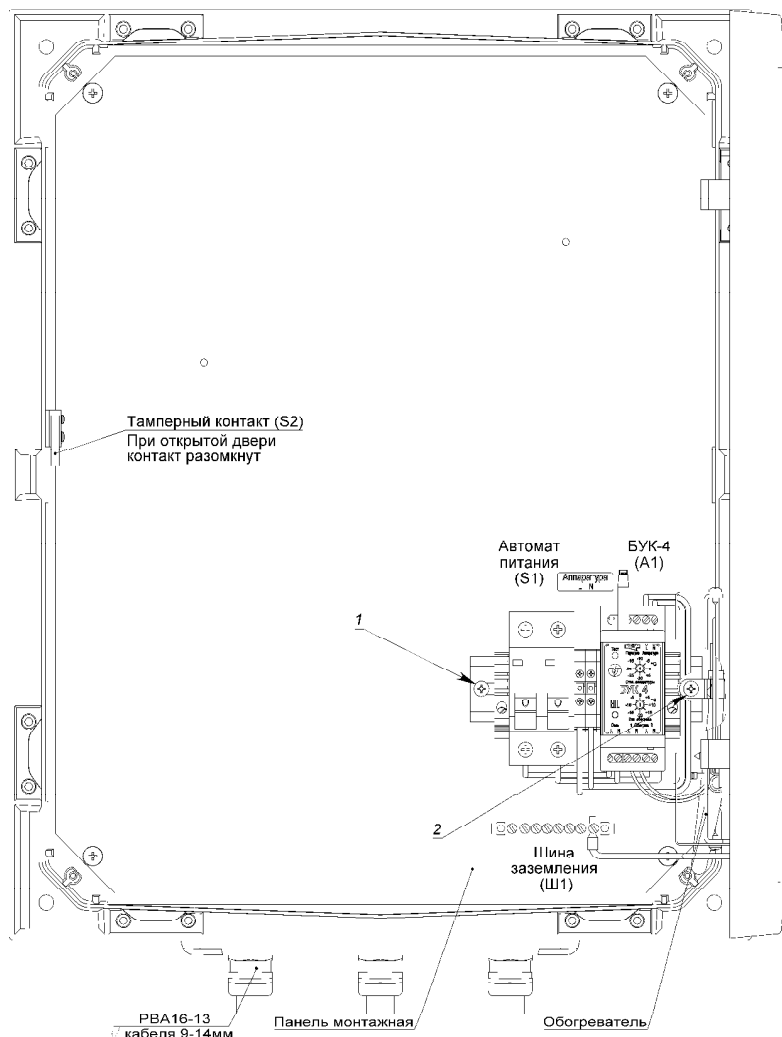

Рис. 1. Устройство термошкафа (дверь открыта на 90°)
Для установки в термощаф телевизионного (электронного) оборудования необходимо извлечь монтажную плату (рис. 1), для чего необходимо:
4. Снять с монтажной платы DIN-рейку с установленными на ней автоматом питания S1, клеммами X1 и блоком управления климатом БУК-4 (А1), выкрутив крепящие DIN-рейку саморезы 1 и 2 (рис.1).
2. Подключить телевизионное (электронное) оборудование к клеммам X1, при этом фазный провод (L) соединить с контактом 1.1, нулевой провод (N) с контактом 2.1.
3. Подключить тамперный контакт S2 (рис.1) к внешнему устройству сигнализации.
5. Подключить кабель питания к входу автомата питания S1, при этом фазный провод (L) соединить с контактом 1, нулевой провод (N) с контактом 3.